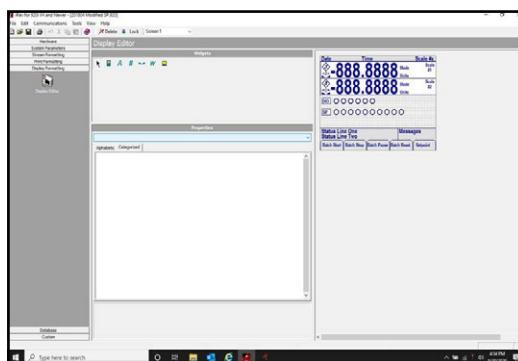

Figure 8-6. 920i - Opérations de mise en lots
**REMARQUE :** Une fois les fichiers 201804.cod et 201804.920 téléchargés sur le 920i, des touches programmables s'afficheront (Figure 8-6) et l'appareil fonctionnera en mode de mise en lots normal.
Les touches programmables permettent à l'opérateur de contrôler les opérations de lot depuis le panneau frontal du 920i (Figure 8-6) une fois le téléchargement des fichiers 201804.cod et 201804.920 terminé.